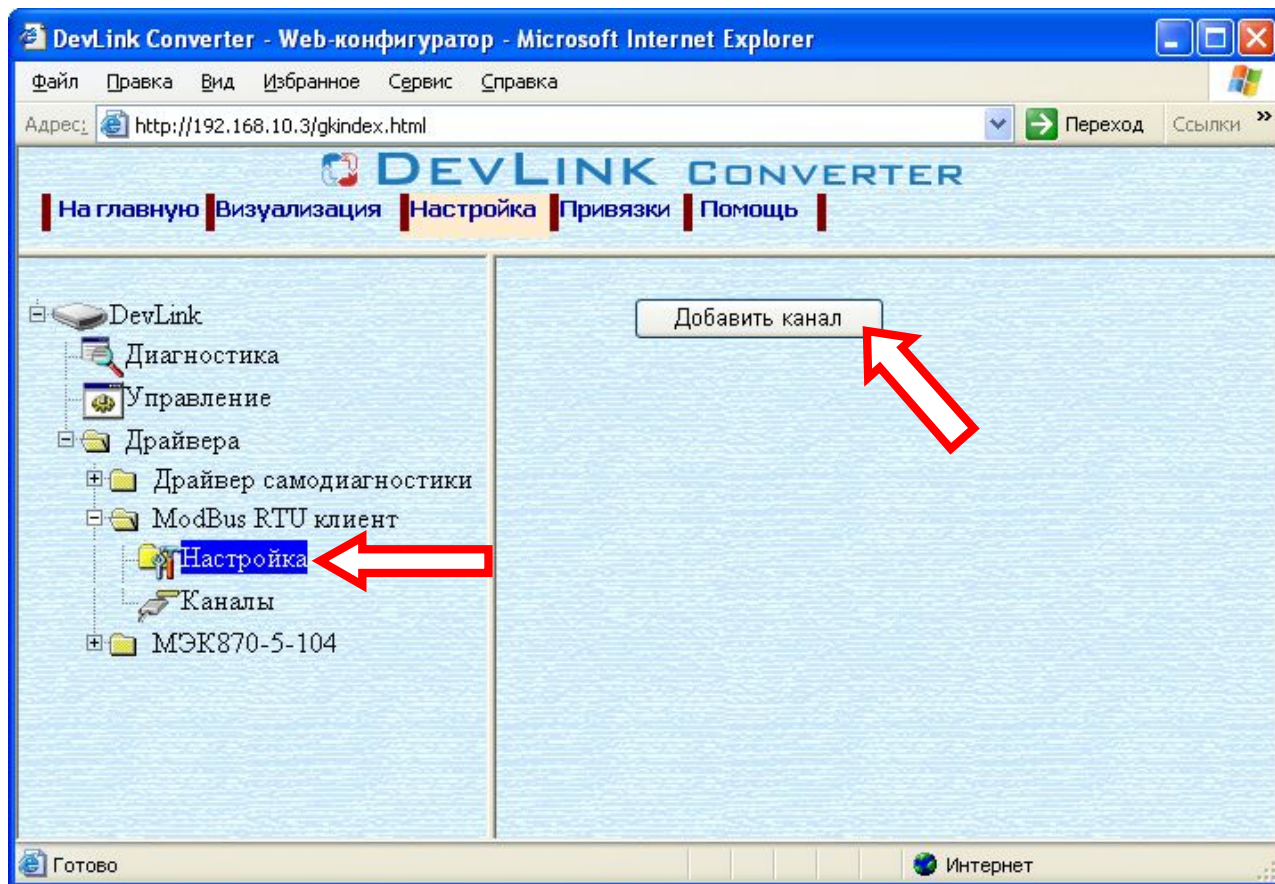

Рисунок 3.2 – Добавление канала драйвера
- Выберите в дереве объектов папку *«Настройка»* драйвера (рисунок 3.2)